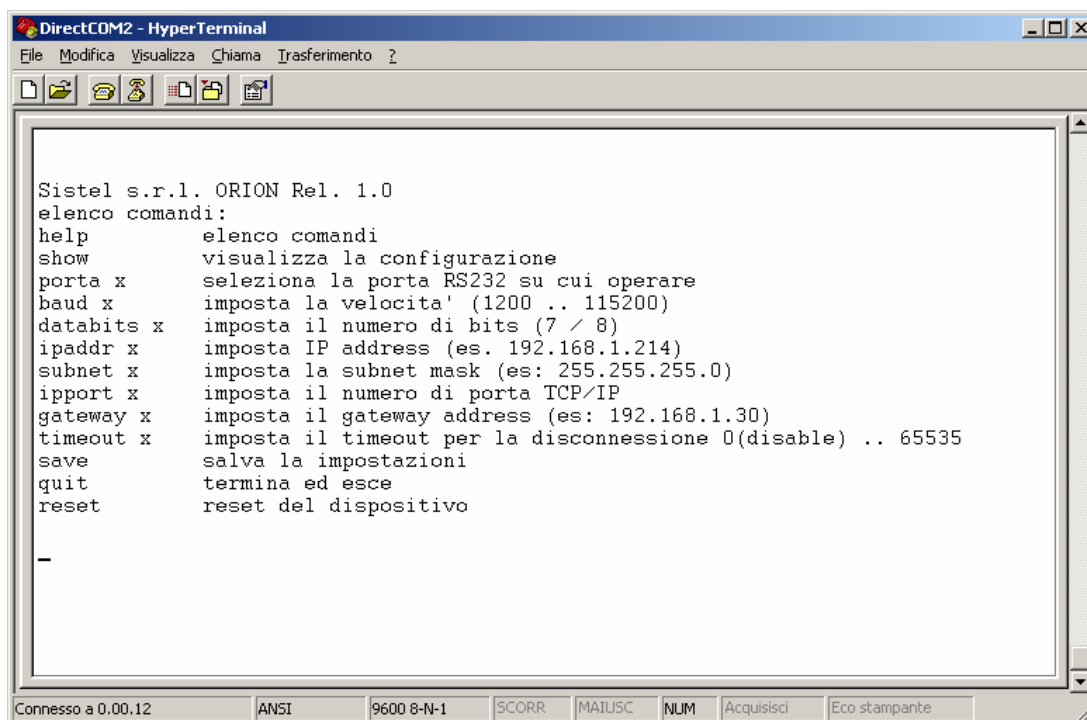

Fig. 1
2. Attivare sul personal computer il programma di emulazione terminale (HyperTerminal di Windows) con i seguenti parametri: 9600, N, 8, 1. Per attivare la configurazione occorre accendere il dispositivo tenendo premuto il pulsante "Conf.", posto sul retro dello stesso, fino all'avvenuta ricezione della maschera di Fig.1.
3. La maschera di Fig.1 mostrerà il menù principale del dispositivo ORION, con l'elenco dei comandi impostabili dall'utente.